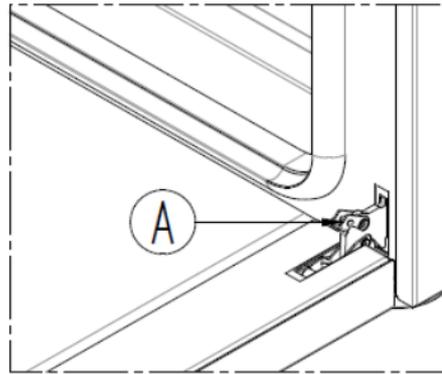

Fig. 7
- das bewegliche Scharnierteil "A" vollständig drehen (Abb. 7);